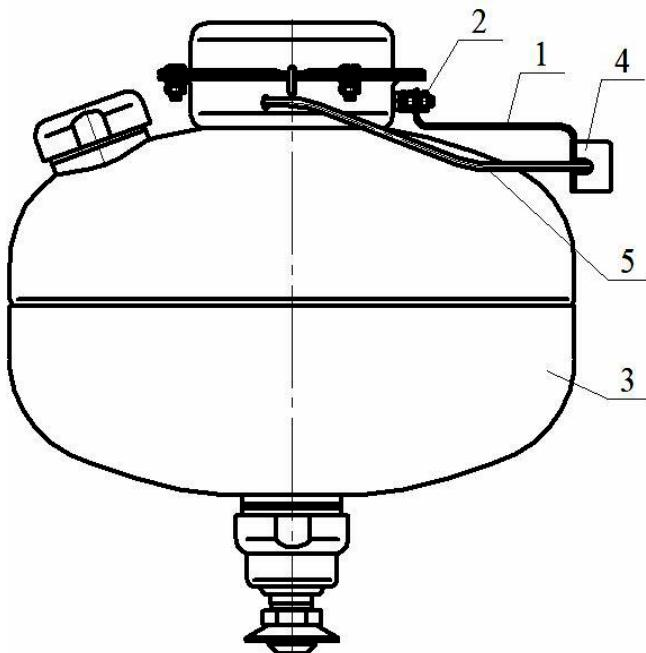

Рисунок 2
- по заявке Потребителя (см. рисунок 2):
4.1.2 Для удобства монтажа по заявке Потребителя МУПТВ может быть дополнительно укомплектован коробкой монтажной огнестойкой КМ-О 4(к)-IP41-s с кронштейном для монтажа ее на корпусе модуля (см. рисунок 2). В данном случае на кронштейне **1**, закрепленном гайкой **2** на фланце МУПТВ **3**, установлена коробка монтажная **4**. Выводы элемента электропускового **5** ИХГ, вставленные в трубку ПВХ, соединены с коробкой монтажной **4**. Соединение МУПТВ с пусковой цепью производится согласно утвержденному проекту.